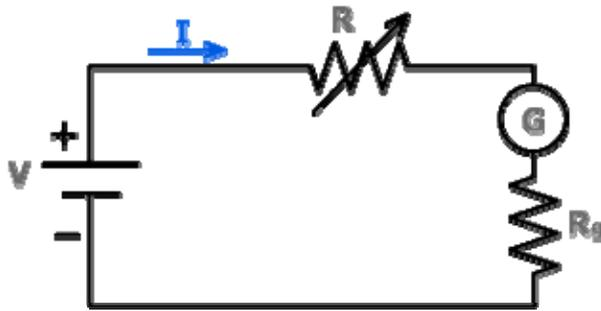

Figura 4.3
- Para medir la corriente de plena escala I_{pe} del galvanómetro instale el circuito de la figura 4.3. En éste circuito R es uno de los reóstatos disponibles en el laboratorio con valor nominal superior a $2\ 500\ \Omega$, G es el galvanómetro suministrado para la práctica y V como fuente de alimentación puede ser empleada, una pila de 6 volt en buen estado ó una fuente de DC (Phywe) inicialmente en 0 volt. **“Verifíquelo”**